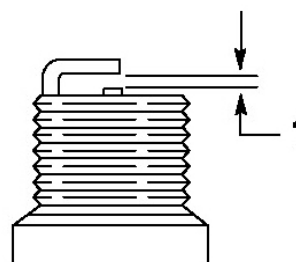

Рисунок 53.
6. Установите расстояние между электродом и новой свечой 0,76 мм (Рис. 53).